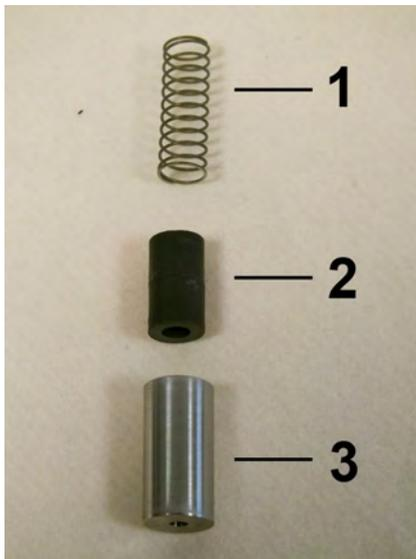

Abb. 39: Feder, Magnete und Schwebekörper
- 5.** → Feder (Abb. 39/1), Magnete (Abb. 39/2) und Schwebekörper (Abb. 39/3) als Innenteile des Strömungswächters